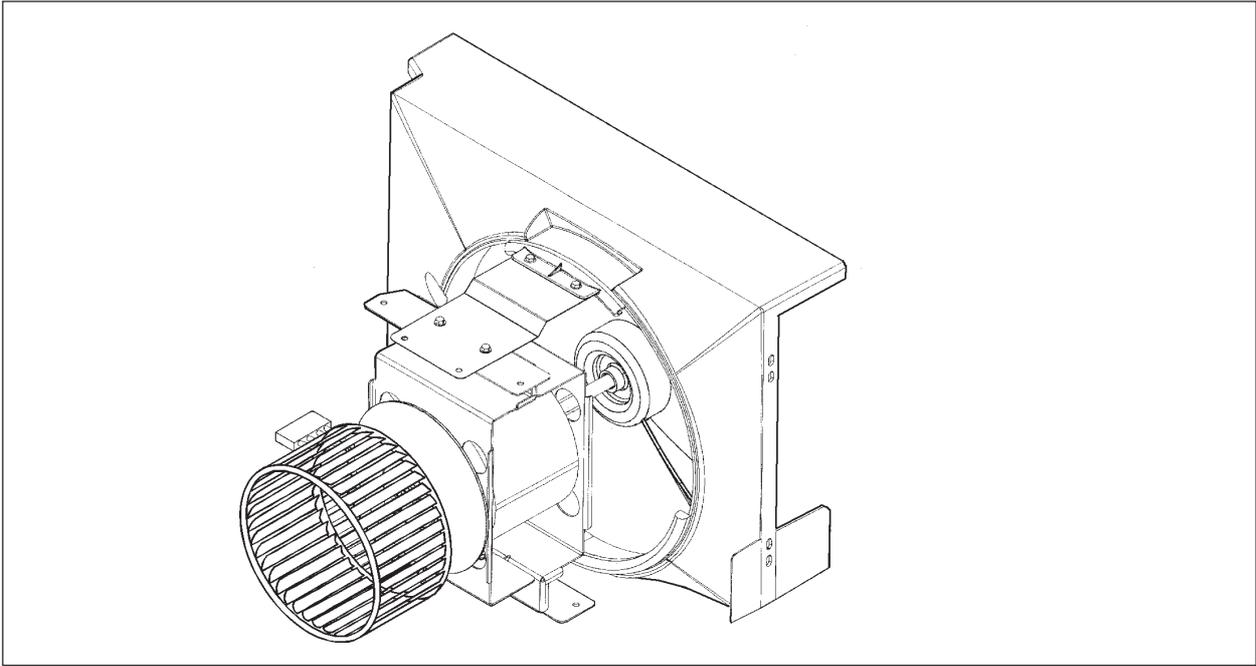

Fig.05
- 3) Soltar todo o conjunto do Motor Ventilador fig.05;